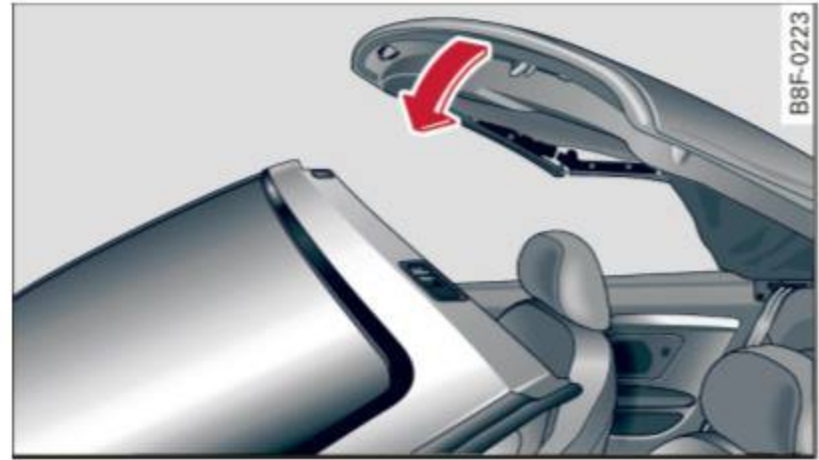

Fig. 49 Pare-brise : toit décapotable électrique
- ▶ Appuyez la capote électrique sur le cadre de pare-brise ⇒ fig. 49.